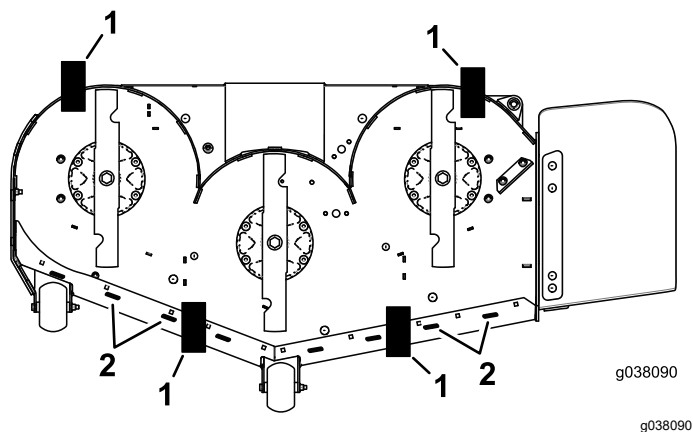

Figura 93
11. Coloque 2 bloques (ver *Altura de bloque y soporte*) debajo del borde trasero del faldón de la carcasa de corte, uno en cada lado de la carcasa de corte (Figura 93).